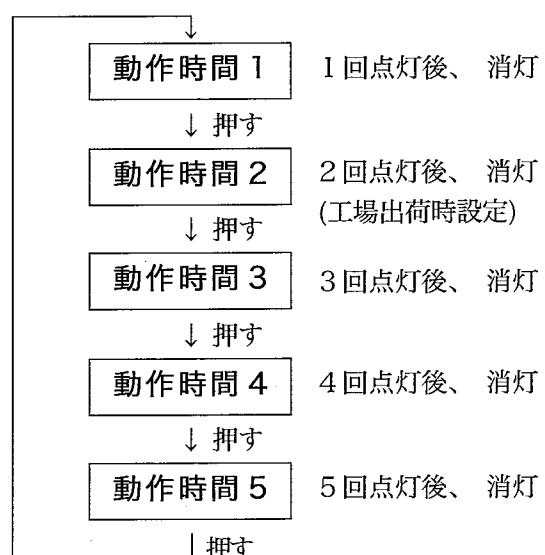

図 13
手動スイッチ①を押す毎に、図13のように動作時間が変わります。